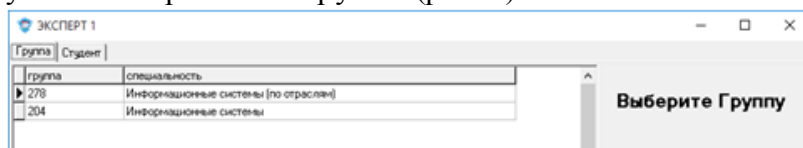

Рис. 4. Выбор Группы
4. На вкладке «Группа» выбирается № группы (рис. 4).